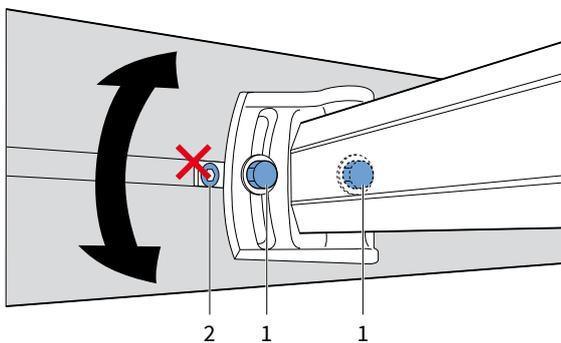

Abb. 5.2 Lage der Armverbindungen
2. Am Ende der Gelenkarme (an der Seite der Vorderleiste) befinden sich die Armverbindungen. Siehe Abbildung 5.2.